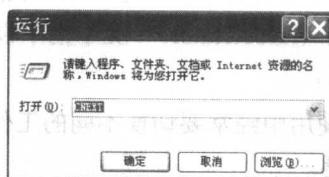

图 1-1
双击桌面上的图标，直接启动 CATIA 进程。或在 Windows 中选择“开始”→“运行 (R)”命令，在“运行”对话框中的“打开 (O)”文本框中输入 CNEXT，使用命令方式启动 CATIA 进程，如图 1-1 所示。由于 CATIA 软件启动较慢，用命令方式启动可防止重复启动。